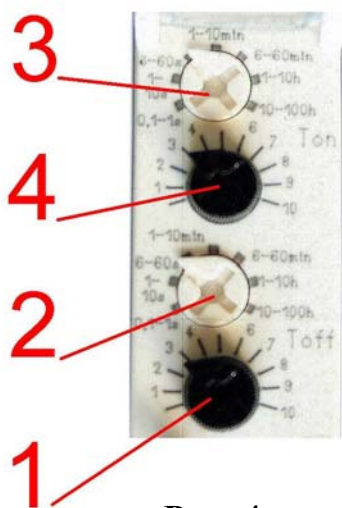

Рис. 4
5.3.3. Реле времени (рис. 4) осуществляет выдачу импульсов на открытие электромагнитного пневмоклапана. Регулировкой устанавливается продолжительность открытия электромагнитного пневмоклапана и интервал между импульсами.